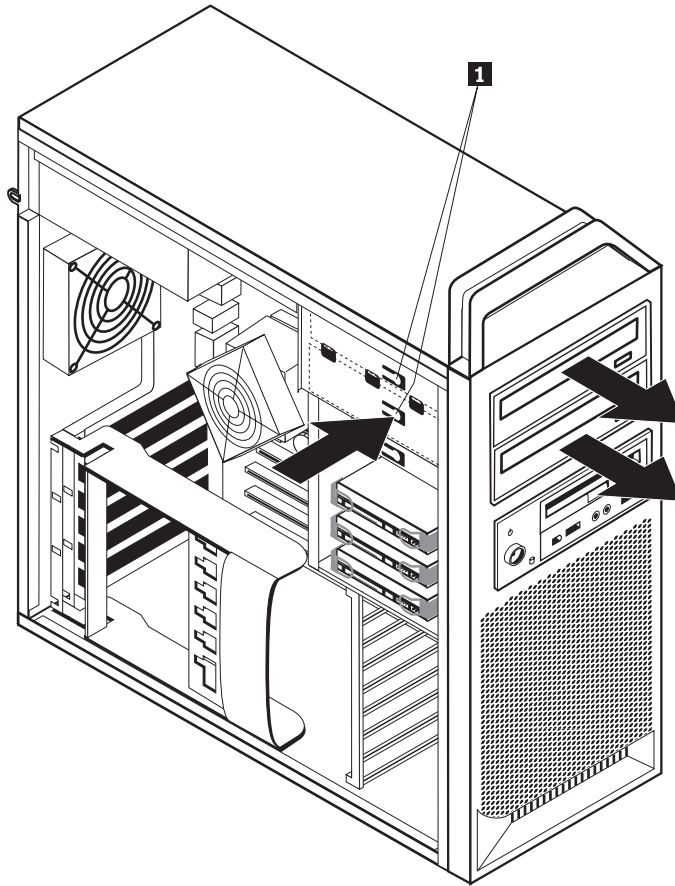

Figura 21. Extracción de la unidad de disquetes o la unidad de lector de tarjetas opcional
5. Presione el pestillo de la unidad **1** (correspondiente a la unidad que desea extraer) y deslice la unidad óptica para sacarla del chasis. Consulte la Figura 21 en la página 36.